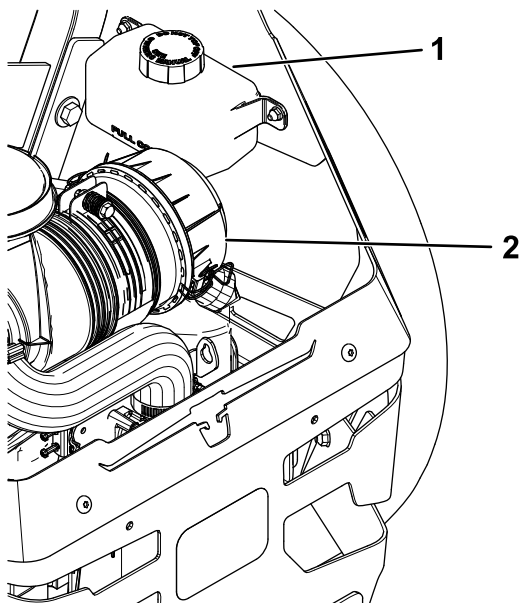

Figura 71
2. Verificați rezervorul de expansiune și, dacă este necesar, adăugați ulei hidraulic Toro® HYPR-OIL™ 500 până la linia COMPLET RECE (Figura 71).